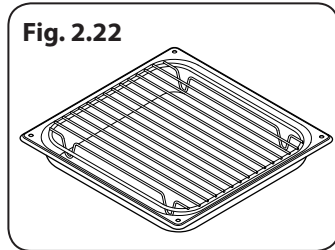

Fig. 2.22
- Trois lèchefrites et grille (Fig. 2.22)